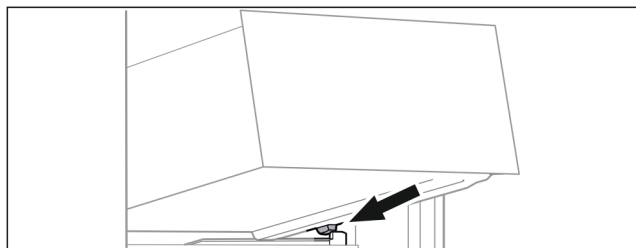

Fig. 57
- ▶ Наклоняя вниз, установите выдвижной ящик за стопоры на контейнерное ребро. (см. Fig. 57)